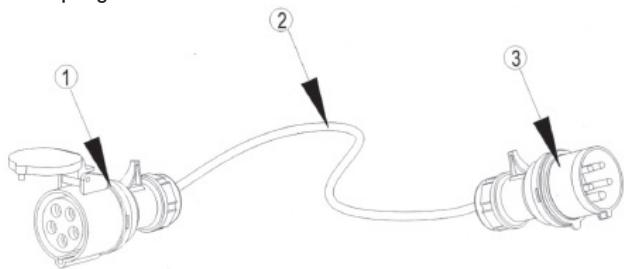

Abbildung 1
- Der Benutzer muss die gekaufte Netzkupplung wie in „Abbildung 1“ gezeigt verwenden. Die Kupplung muss zum Gerät passen und die Erdung erweitern. Die Kupplung muss nach NEN zugelassen sein.